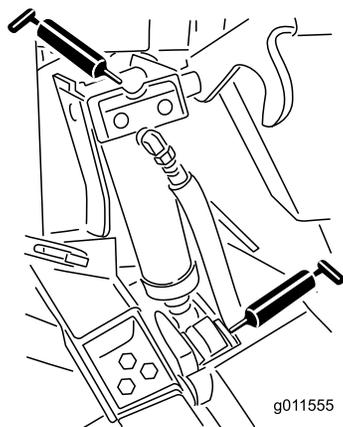

Рисунок 73
- Втулки гидроцилиндров подъема (4 шт.) (Рисунок 73)